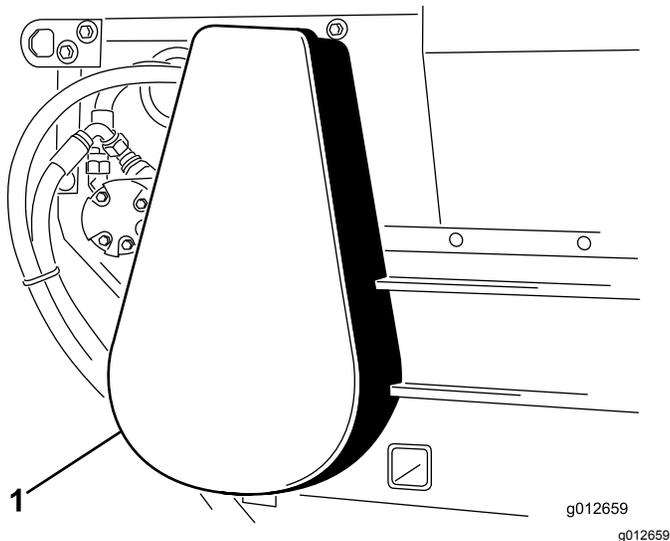

Figure 22
1. Déposez le couvercle de la chaîne (Figure 22).